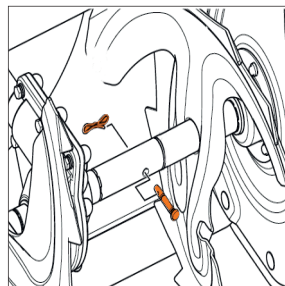

Рис. 24
- В случае с заклинивания шнека ледяным затвором или посторонним предметом штифты срезаются и шнеки прекращают вращаться, предохраняя редуктор и трансмиссию снегоборщика от поломок. Ежегодно проверяйте срезные штифты и производите их замену в случае необходимости (Рис. 24).